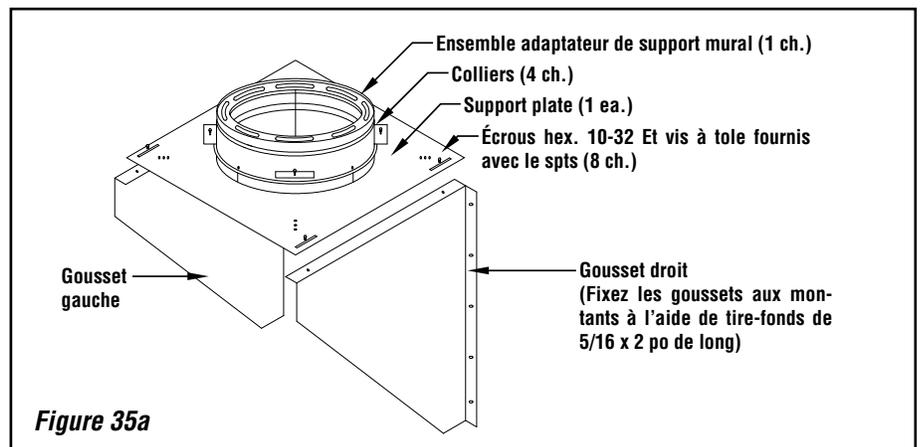

Figure 35a
7. Fixez la plaque de support mural sur l'adaptateur de support mural à l'aide des 4 colliers fournis. Ne pas serrer (*voir figure 35a*).
9. Installez le capuchon en T sur la partie inférieure de l'adaptateur de support mural avec au moins deux (2) vis à tôle 10 x 1/2 po.